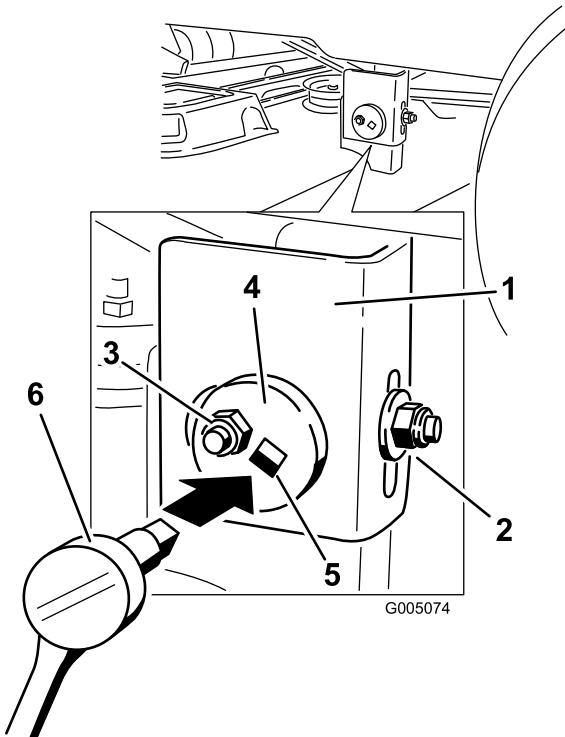

Figura 42
- En el lado izquierdo de la máquina. Afloje, pero no retire, la tuerca de bloqueo trasera de la barra de soporte (Figura 42).
- Afloje la tuerca de bloqueo lateral de la barra de soporte lo suficiente para permitir ajustar la placa excéntrica (Figura 42). Utilice una llave de extensión de 3/8 pulgada de una llave de tubo para manipular la placa excéntrica. Utilice la llave para ajustar la altura de la plataforma del cortacésped a la altura deseada.
- Cuando la plataforma esté en la posición deseada, apriete la tuerca de bloqueo lateral de la barra de soporte para fijar la posición nueva (Figura 42).